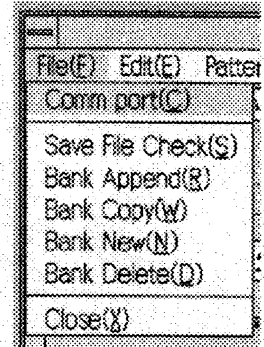
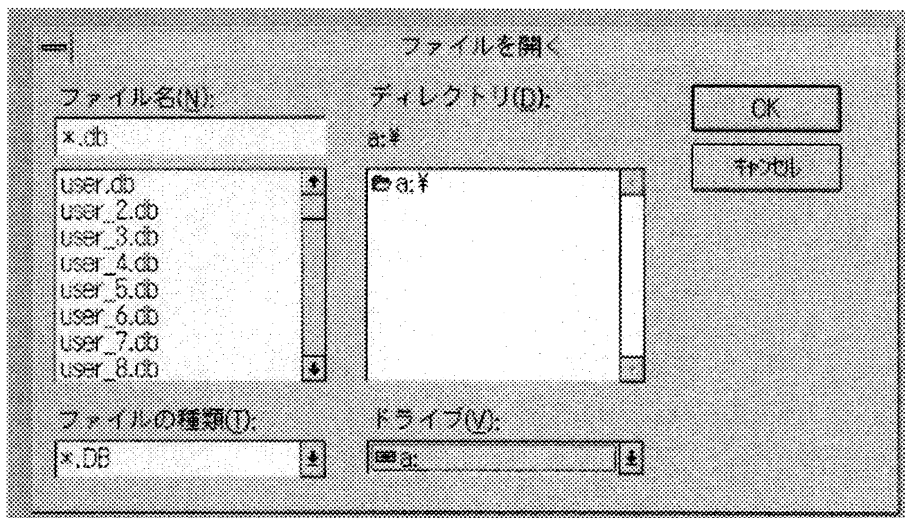
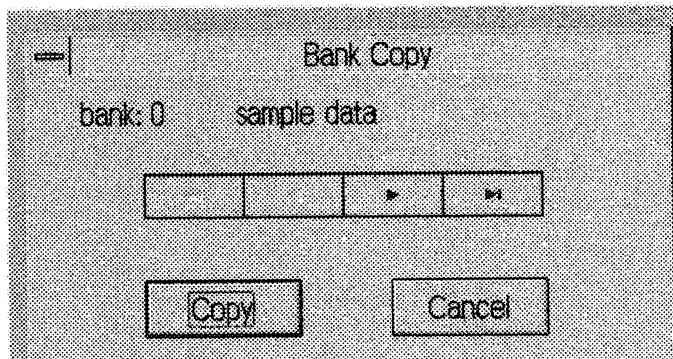
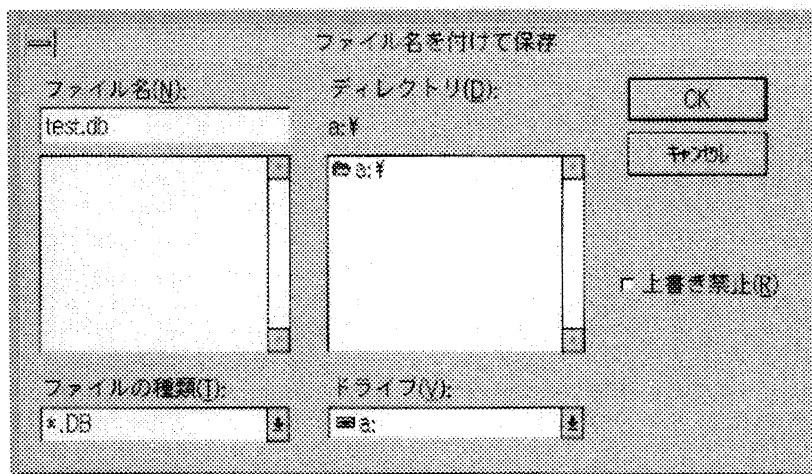

図7-2
図7-4
図7-9
図7-10
・「File (F)」プルダウンメニュー（図7-2）
図7-2「File (F)」をクリックしプルダウンメニューの「Bank Append (R)」をクリックします。「ファイルを開く」のダイアログ (図7-4) が表示されますので必要なファイルをクリックします。プログラムデータのファイル名の拡張子は*.dbです。図7-4のように「user.db、user_1.db、……」と同じ名称でアンダーバー (_) なしと「_2」～「_9」間でのファイルが有りますがアンダーバーなしの「user.db」を選択します。他の「_2」～「_9」は自動的に読み込まれます。
図7-2「File (F)」をクリックしプルダウンメニューの「Bank Copy (W)」をクリックします。「Bank Copy」ダイアログ (図7-9) が表示されますので保存するデータがあるBANKを選択します。「Copy」ボタンをクリックすると「ファイル名を付けて保存」のダイアログ (図7-10) が表示されます。「ファイル名 (N)」テキストボックスにファイル名を入力し保存するドライブを選択します。プログラムデータのファイル名の拡張子は*.dbです。次に「OK」ボタンをクリックするとファイルが保存されます。保存が終わると図7-4のように「test.db、test_2.db、……」と同じ名称でアンダーバー (_) なしと「_2」～「_9」のファイルの9ファイルできます。後から呼び出す場合はアンダーバーなしの「test.db」を選択します。他の「_2」～「_9」は自動的に読み込まれます。